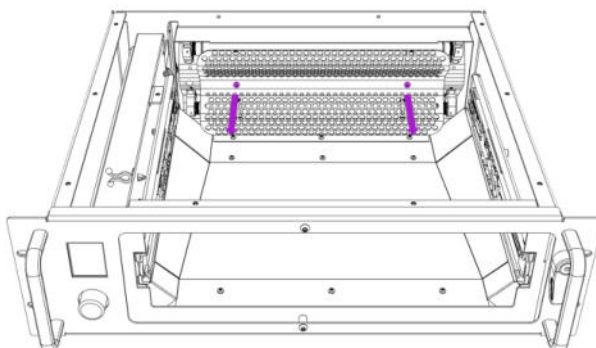

Fig. 15
1. Retire los tornillos del panel de protección de la lámpara UV-C (Fig. 15)